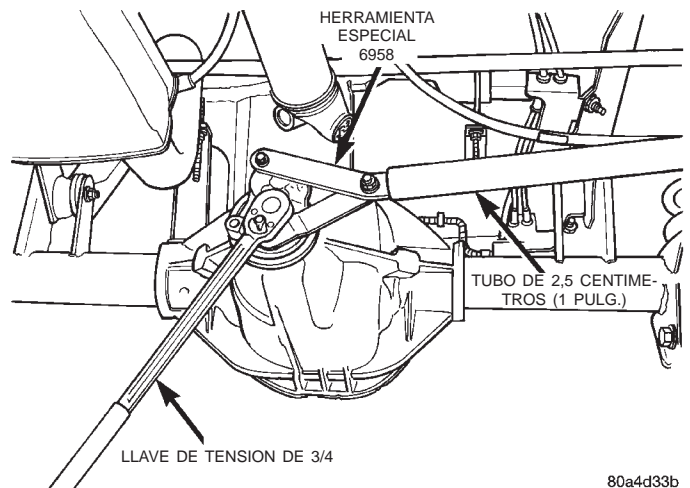

Fig. 57 Ajuste de la tuerca del piñón
(10) Con la herramienta de sujeción 6958 y un trozo pequeño de tubo de 25 mm (1 pulg.) y una llave de tensión fijada en 380 N·m (280 lbs. pie), aplaste el separador plegable hasta eliminar el juego longitudinal del cojinete (Fig. 57).